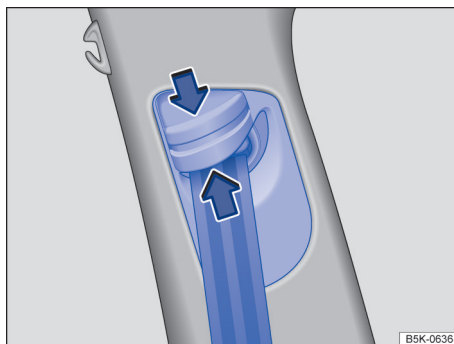

Fig. 35 Ao lado dos bancos dianteiros: regulagem de altura do cinto de segurança.
- Pressionar o dispositivo regulador no sentido das setas e mantê-lo pressionado → Fig. 35.